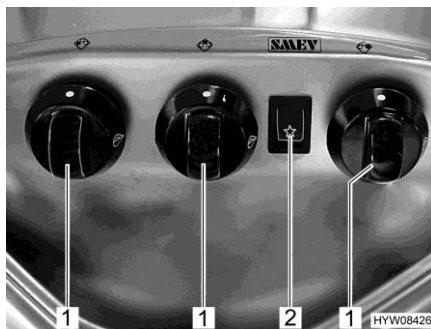

Fig. 136 Elementi di comando (fornello a gas)
- Ruotare il pomello girevole (Fig. 136,1) dell'impianto a fiamma libera desiderato in posizione accesa (fiamma alta).
- Premere l'interruttore a bilico (Fig. 136,2). Sul bruciatore vengono prodotte scintille.